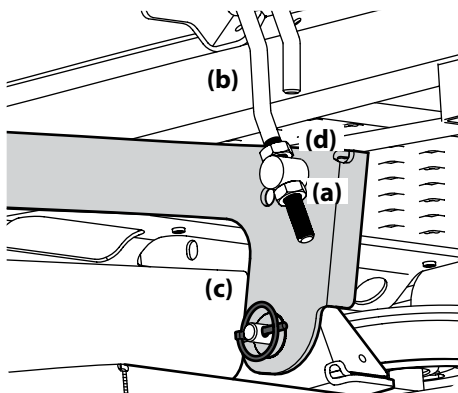

Figura 4-6
- Afloje la contratuerca inferior (a) del brazo de elevación ajustable (b) que está conectado al brazo de elevación de la plataforma (c) a fin de bajar la plataforma y ajuste la contratuerca superior (d) para sujetar la plataforma en su lugar, afloje la contratuerca superior (d), luego ajuste la contratuerca inferior (a) para elevar la plataforma y sujetarla en su lugar. Vea la Figura 4-6.